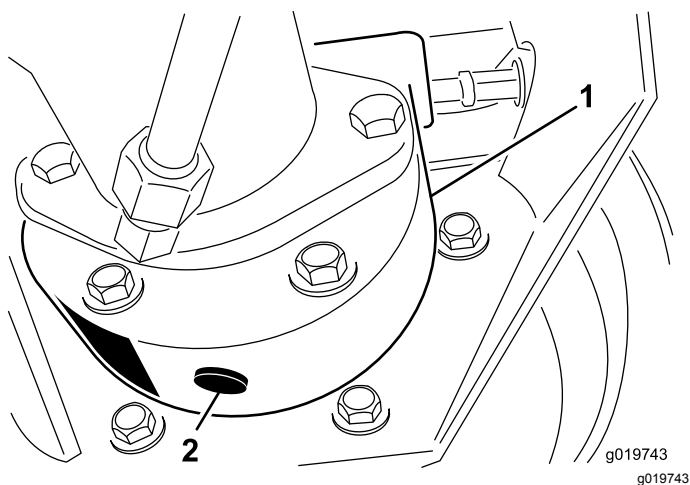

Figure 44
3. Placez un bac de vidange sous le carter de frein et enlevez le bouchon pour permettre à l'huile de s'écouler (Figure 44).